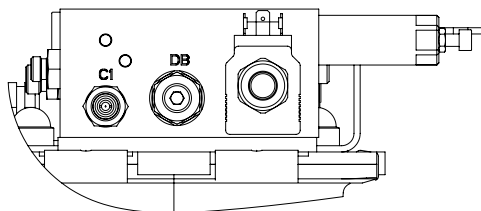

Рис. 3.
- Поверните регулировочный винт предохранительного клапана **DB** против часовой стрелки до упора (рис. 3), предварительно ослабив контргайку.